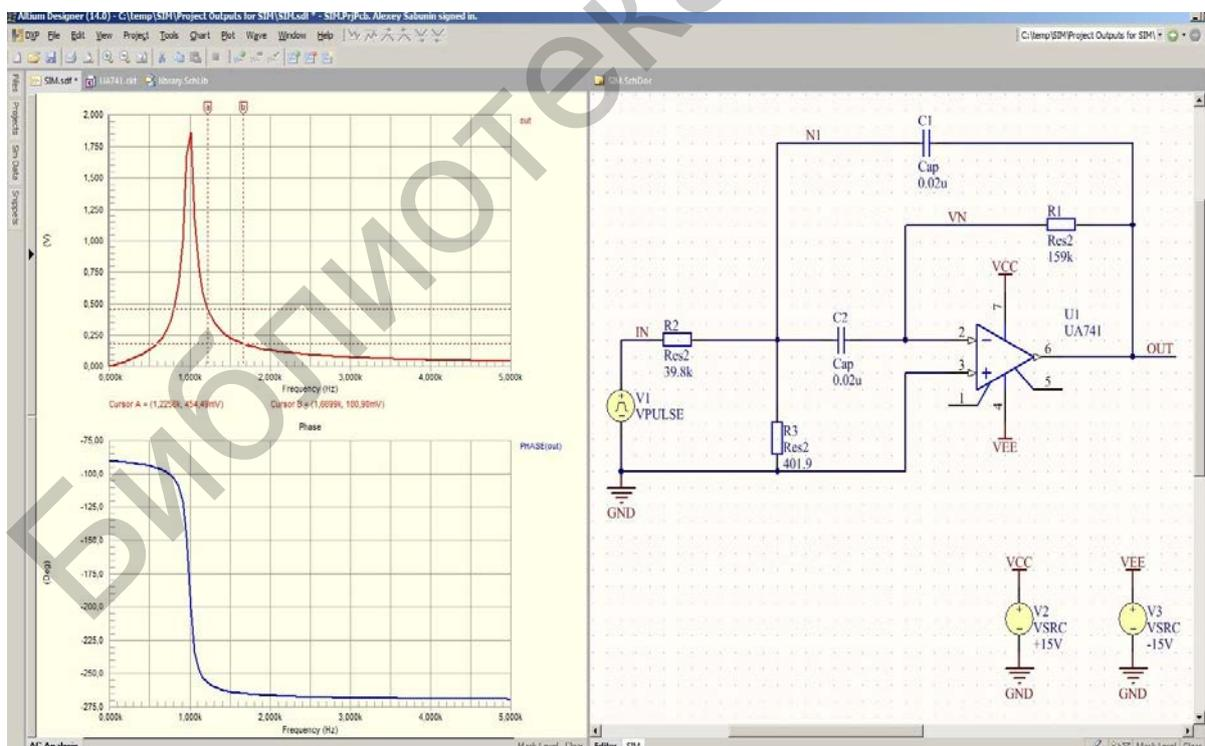

Рис. 3. Моделирование в Altium Designer
3. Моделирование. Altium Designer позволяет выполнять стандартный набор процедур смешанного цифроаналогового моделирования. Запуск цифроаналогового моделирования на базе SPICE 3f5/XSpice происходит непосредственно с введенной принципиальной схемы и предоставляет в распоряжение разработчика мощные средства анализа (рис. 3), включая такие, как вариация параметров и статистический анализ методом Монте-Карло. В комплект поставки включено более 20 000 математических моделей.